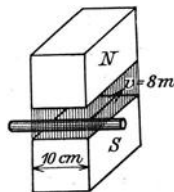

Abb. 58.
169. Welche EMK entsteht in einem Leiter, der auf 10 [15] (20) cm Länge mit 8 [10] (20) m Geschwindigkeit senkrecht zu den Kraftlinien in einem konstanten magnetischen Felde von der Dichte 5000 [7000] (8000) Gauß bewegt wird? (Abb. 58.)